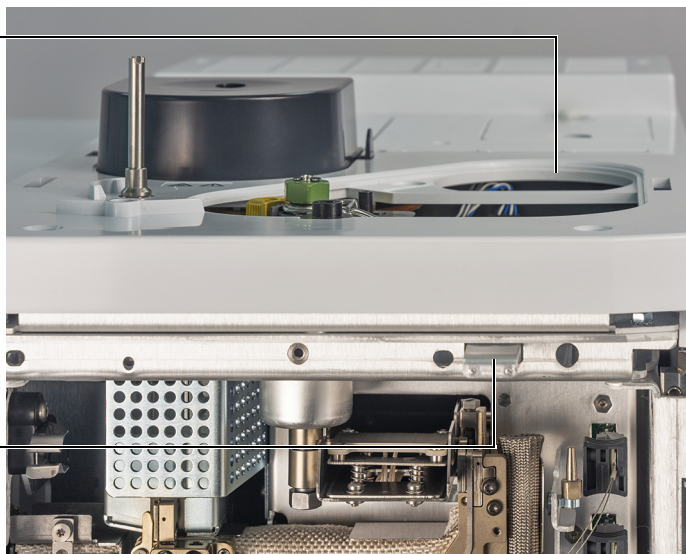

Figure 11. Couvercle de l'injecteur du GC et plaque d'accès au boulon de compression
- 6 Retirer le couvercle de l'injecteur. (Voir **Figure 11**.)